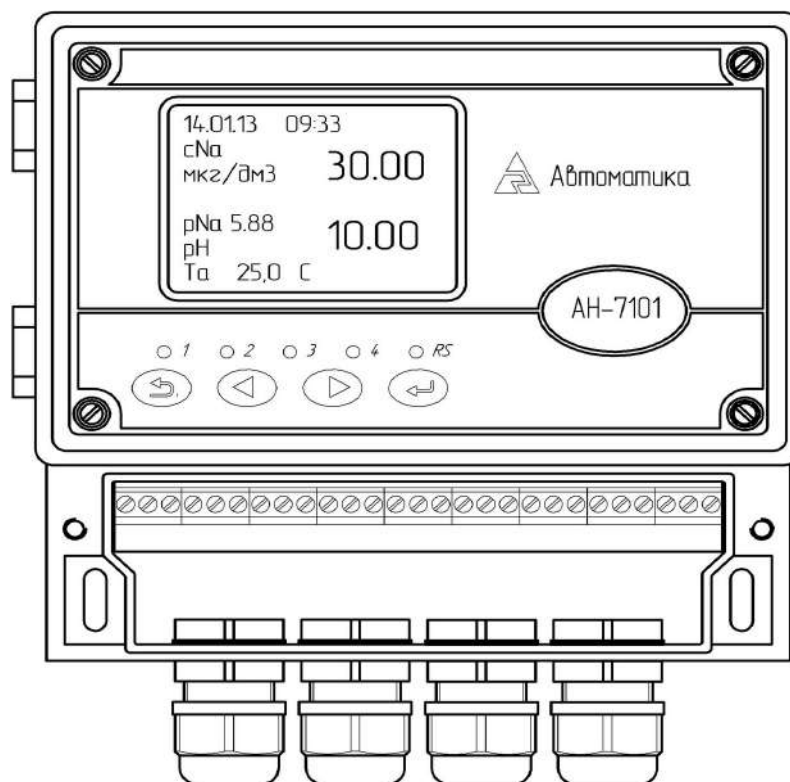

Рисунок 2 - Внешний вид передней панели измерительного преобразователя
- 5.2.5 На передней панели (Рисунок 2) расположены следующие элементы:
- светодиодный двухцветный единичный индикатор работы интерфейса (RS);